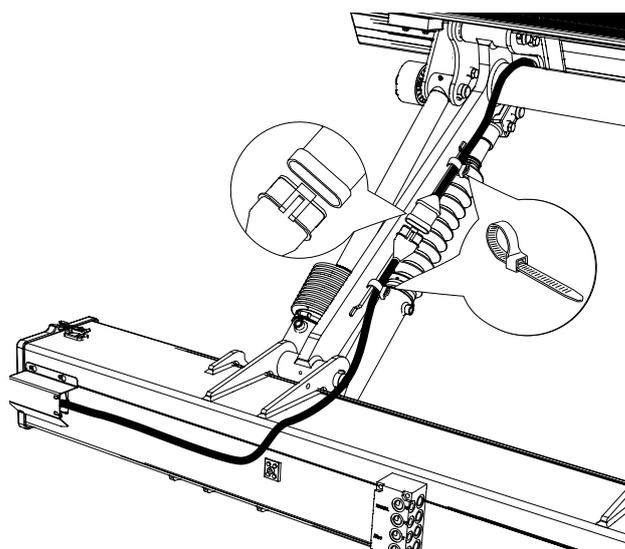

Figure 59. Pose du faisceau
2. Tirer le câble et le fixer au moyen de colliers somme illustré en Figure 59.